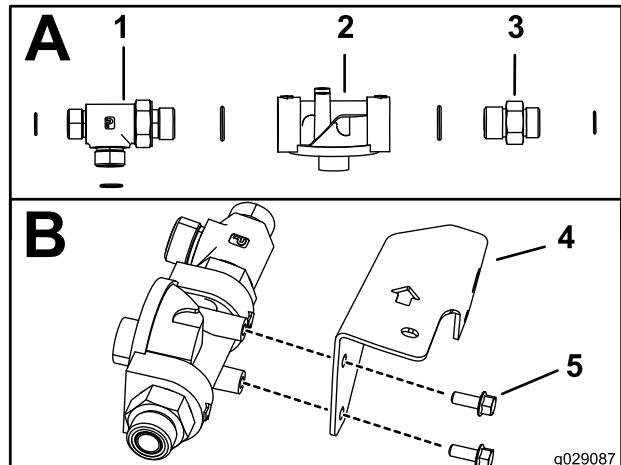

Figura 11
1. Montate il raccordo a T (5/8 x 5/8 x 3/4 poll., maschio), il raccordo dell'adattatore (5/8 x 3/4 poll., maschio) e gli O-ring sul gruppo della testa del filtro, come illustrato nella Casella A, Figura 11.
2. Montate la testa del filtro sulla relativa staffa utilizzando 2 bulloni (1/4 poll.), come illustrato nella Casella B, Figura 11.